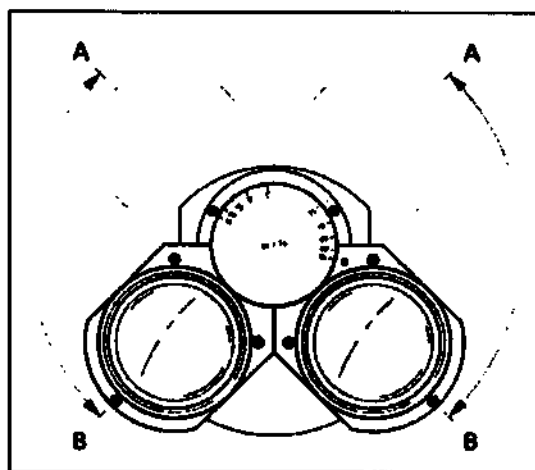

Рисунок 3-35. Установка высоты обзора в бинокулярном тубусе
- Высота обзора может регулироваться в соответствии с индивидуальными требованиями путем вращения патронов окуляра вверх (рисунок 3-35/А) или вниз (рисунок 3-35/В).